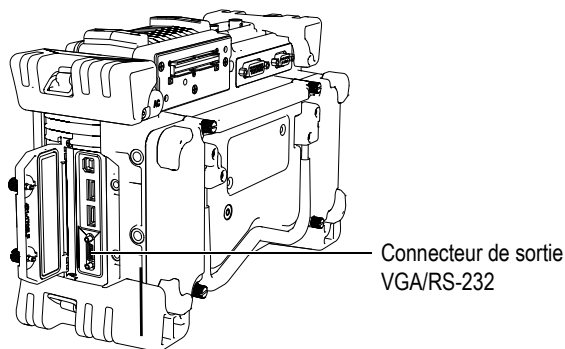

Figure 8-1 Connecteur de sortie VGA/RS-232
2. Connectez le câble EPXT-C-VGA-6 fourni avec l'appareil EPOCH 1000 sur le connecteur VGA/RS-232 de l'EPOCH 1000 (voir la Figure 8-1 à la page 130), et puis connectez le câble sur l'appareil VGA.